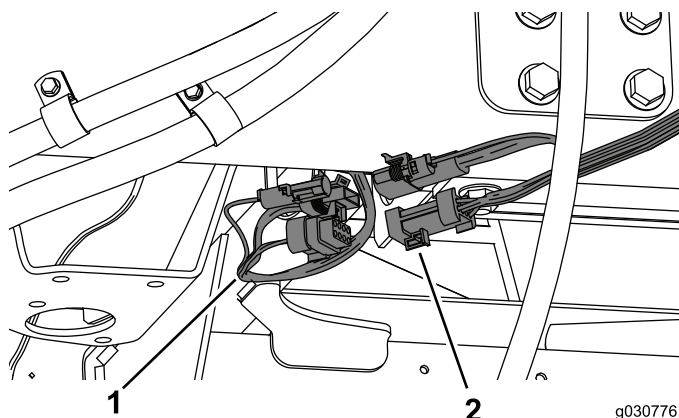

図 45
1. キャブから出ているワイヤハーネスを、機体右側にあるワイヤハーネスに接続する 図 45。